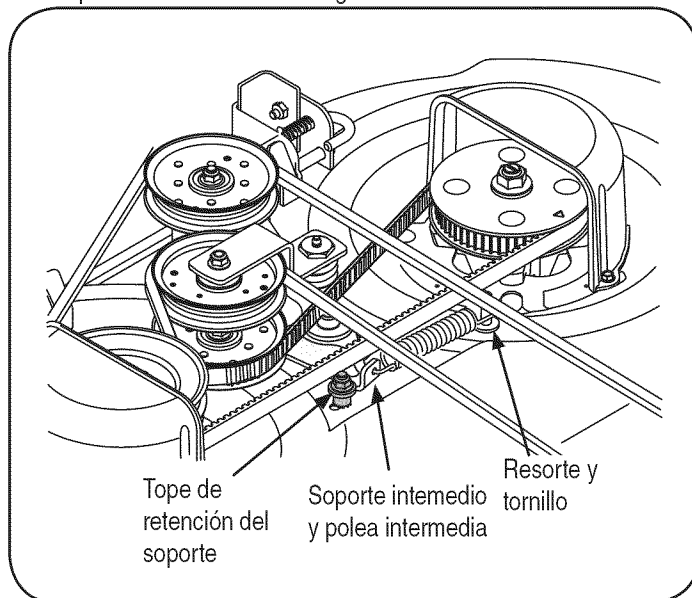

Figura 21
1. Saque la plataforma del tractor. Saque el tope de retención del soporte intermedio. Vea la Figura 21.
3. Saque el tornillo hexagonal, la arandela plana, la arandela de seguridad, el separador con reborde y la tuerca de seguridad con brida que integran el tope de retención posterior de la ménsula intermedia. Vea la Figura 21 encima.
4. Haciendo fuerza sobre la polea intermedia de la correa de sincronización o bien sobre el soporte intermedio de la correa de sincronización, gire y sostenga el soporte intermedio contra la tensión del resorte la distancia suficiente para permitir la elevación de la correa de sincronización hacia afuera y arriba de la polea intermedia. Suelte el soporte intermedio con cuidado. Vea la Figura 21.
6. Repita el procedimiento precedente para sacar la correa de la polea de sincronización del conjunto del husillo que está a la izquierda. Vea la Figura 21.
7. Enlace la nueva correa de sincronización y pásela entre la polea de transmisión que está en la parte superior del conjunto del husillo que está a la derecha y la cubierta del husillo. Baje la correa hasta que quede floja alrededor de la polea de sincronización derecha. Vea la Figura 21.